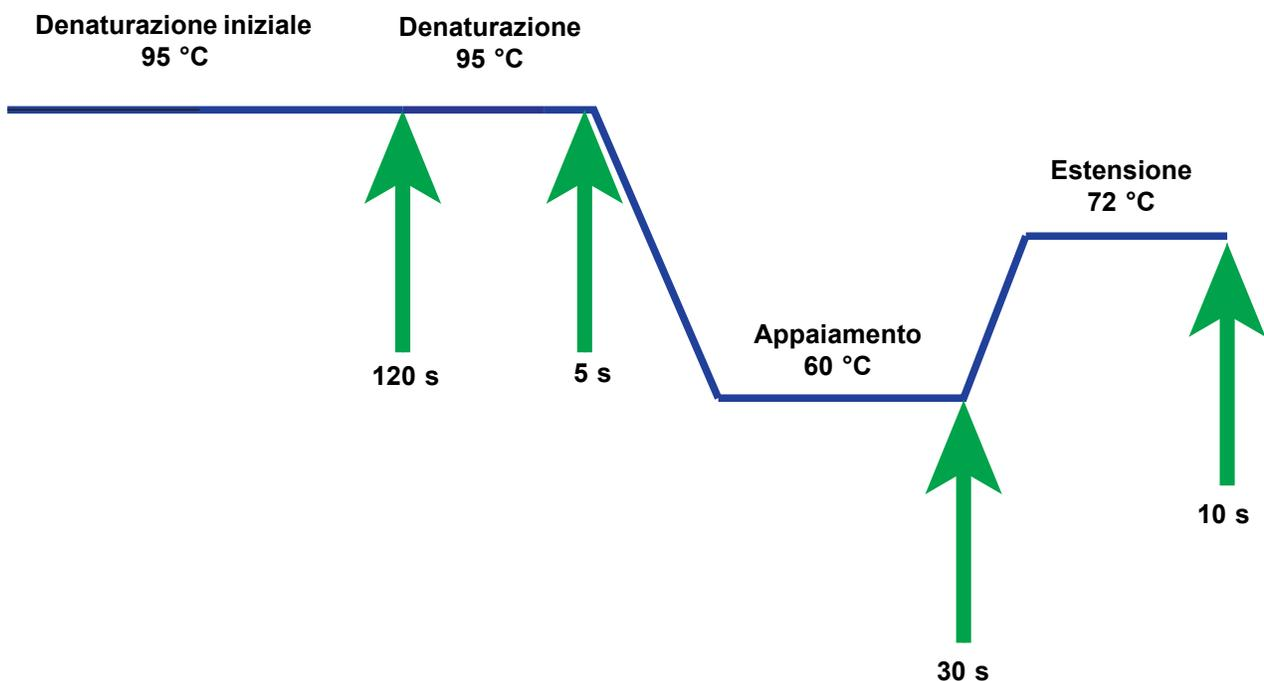

Figura 3-1. Schema di esempio del ciclo PCR per il riscaldamento e il raffreddamento a ventola del modulo I-CORE (le durate delle temperature non sono in scala)
5. Avvia i cicli di RT-PCR (se applicabile) e PCR, nonché il rilevamento in tempo reale (vedere la Figura 3-1).
Il ciclo di PCR rappresentato nello schema della Figura 3-1 indica 40 cicli eseguiti dal modulo I-CORE. La temperatura di denaturazione è 95 °C, la temperatura di appaiamento è 60 °C e la temperatura di estensione è 72 °C. Ciascuna di queste temperature deve essere mantenuta dal modulo per un determinato intervallo di tempo, come indicato nella Figura 3-1. La denaturazione iniziale dura 120 secondi per un singolo ciclo. Le fasi di denaturazione (5 secondi), appaiamento (30 secondi) ed estensione (10 secondi) si susseguono ciclicamente per quaranta volte, dopodiché la reazione a catena della polimerasi è finalmente completata.